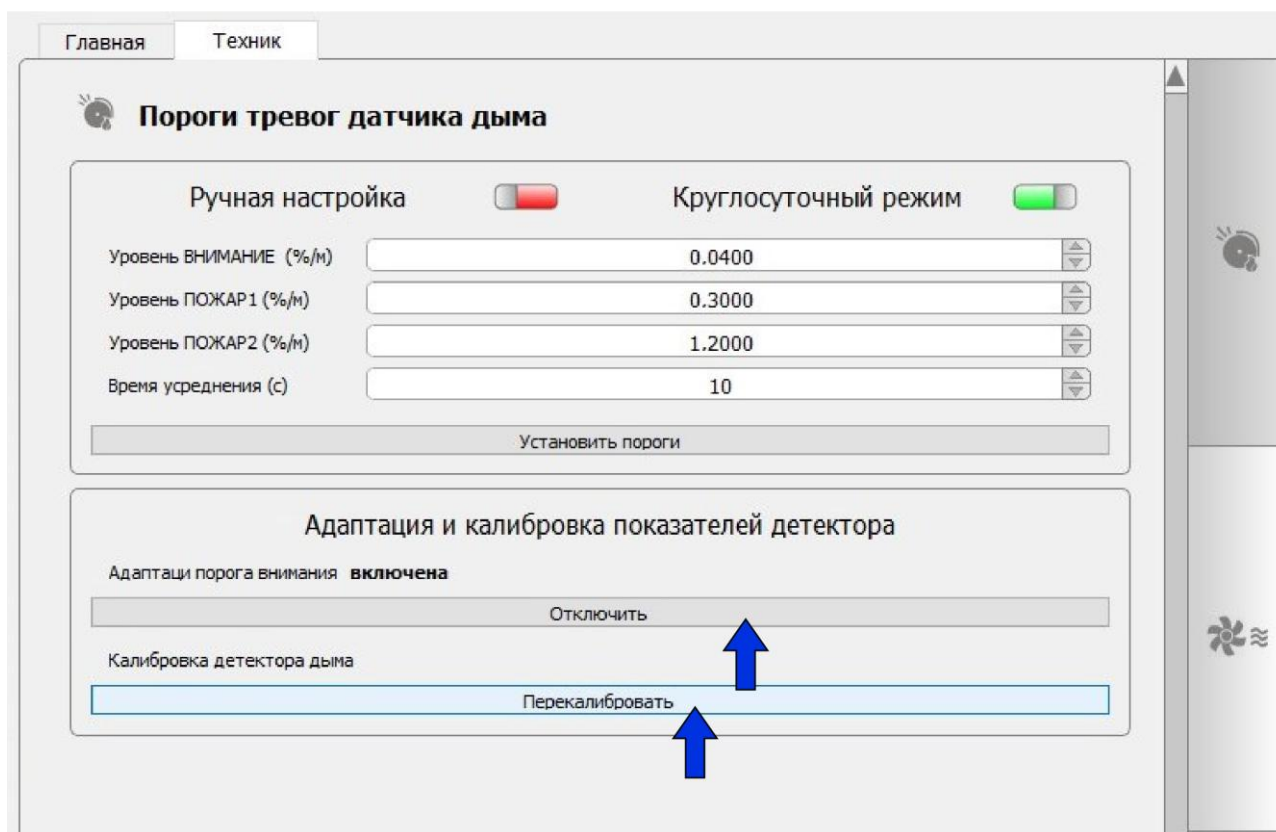

Рисунок 17 – Включение калибровки датчика дыма и выключение адаптивного порога «Внимание»
5.11 Перед началом конфигурирования извещателя по уровням тревог проведите калибровку датчика дыма (рис. 17). Если в защищаемой зоне предполагается возможность медленного развития пожароопасной обстановки, порядка суток и более, выключите адаптивный порог «Внимание» (рис. 17). Установите заданные пороги сигналов «Внимание», «Пожар 1» и «Пожар 2» в круглосуточном